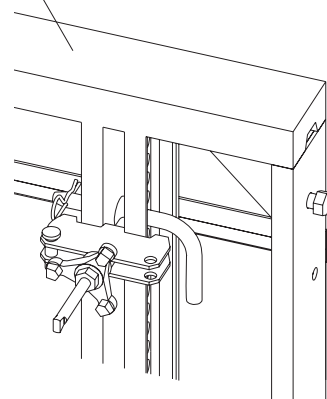

Fig. A1.11a
3. Inserire il tenditore asolato nel profilo forato e fissare con perno di bloccaggio. (Fig. A1.11a)